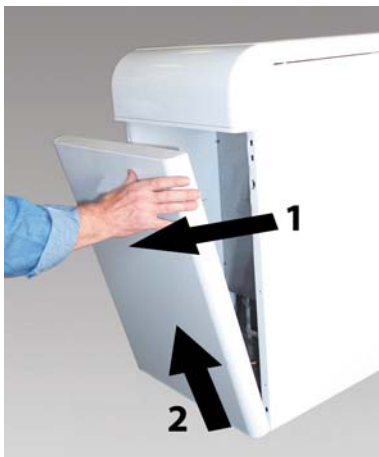

fig. 5 - Ouverture du panneau avant
Pour ouvrir le panneau avant de la chaudière, voir la séquence indiquée fig. 5.
- Ôter le panneau avant de la fig. 5 chaudière.